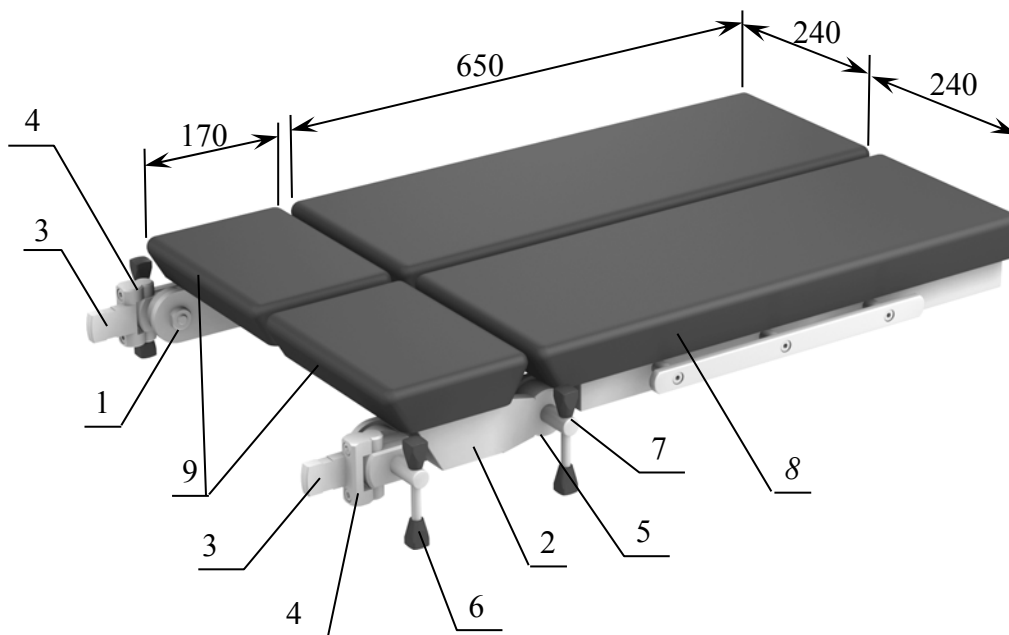

**Рисунок 1.**
9.3 Монтажные консоли 3 комплекта (рисунок 1) устанавливаются в прямоугольные гнезда центрального блока секций панели стола.